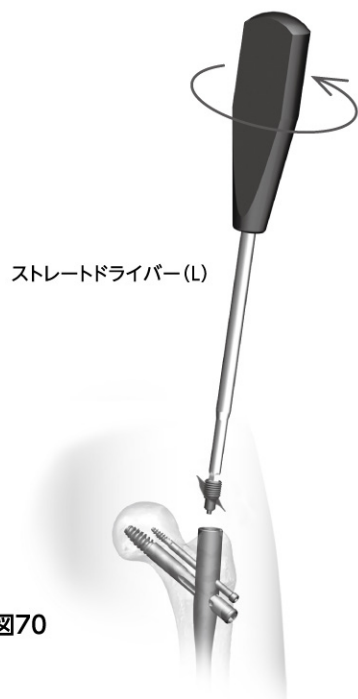

図70
ストレートドライバー (L) にてエンドキャップを抜去します。(図70)